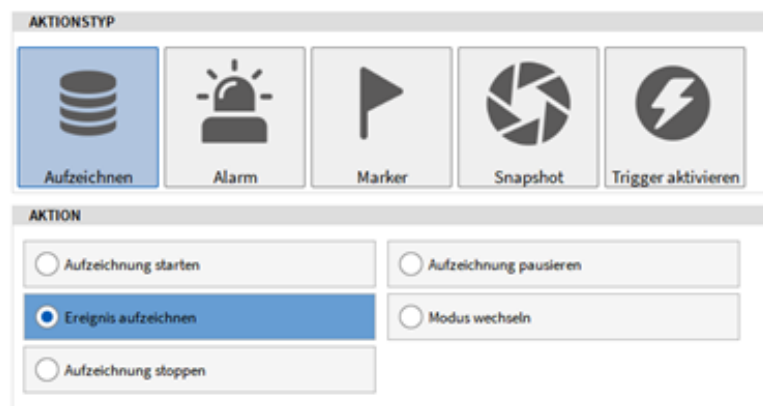

Abb. 9.33: Ereignis aufzeichnen-Aktionstyp
- Wählen Sie *Ereignis aufzeichnen* als Aktionstyp (siehe Abb. 9.33):